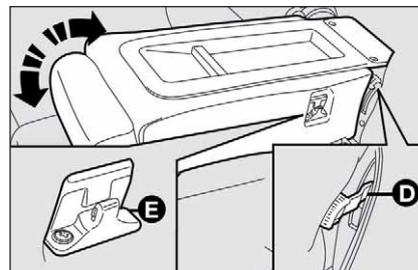

fig. 44
- agire sulla leva **D**-fig. 44 (una per lato)
Per riposizionare lo schienale centrale in posizione verticale, agire nuovamente sulla leva **D**-fig. 44 (una per lato) e riallendarlo agli schienali posteriori laterali fino ad avvertire l'aggancio di sicurezza dell'apposito gancio di fissaggio **E**.